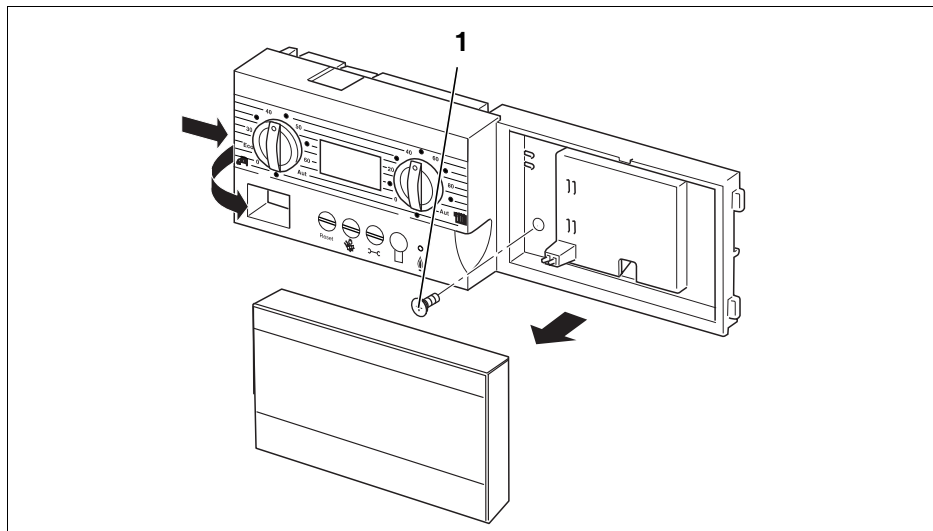

Abb. 24 Sicherungsschraube lösen und Bedienmodul BM10 herausnehmen
- Sicherungsschraube (Abb. 24, **Pos. 1**) lösen, Lasche links (Abb. 24, **Pfeil**) am Bedienmodul BM10 eindrücken und Bedienmodul nach vorne abnehmen.